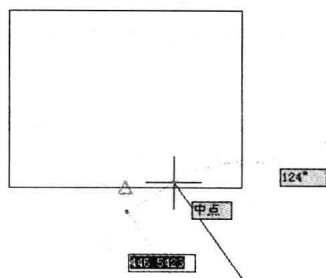

图 1-12 对象捕捉功能
- 对象捕捉：通过对象捕捉功能可以精确地捕捉诸如直线的端点、中点、垂足，圆或圆弧的圆心、切点、象限点等，这是精确绘图和快速绘图所必需的。在绘图过程中，如果设定了相应的对象捕捉模式并启用对象捕捉，提示输入点时，当光标移到对象上，会显示系统自动捕捉的点。如果同时设定了多种捕捉功能，系统将首先显示离光标最近的捕捉点，此时移动光标到其他位置，系统将会显示其他捕捉的点。不同的提示图标表示了不同的捕捉点，详见“草图设置”对话框中的“对象捕捉”选项卡。如图 1-12 所示，虽然光标点离矩形下面的边的中点还很远，但由于采用了中点捕捉功能，所以